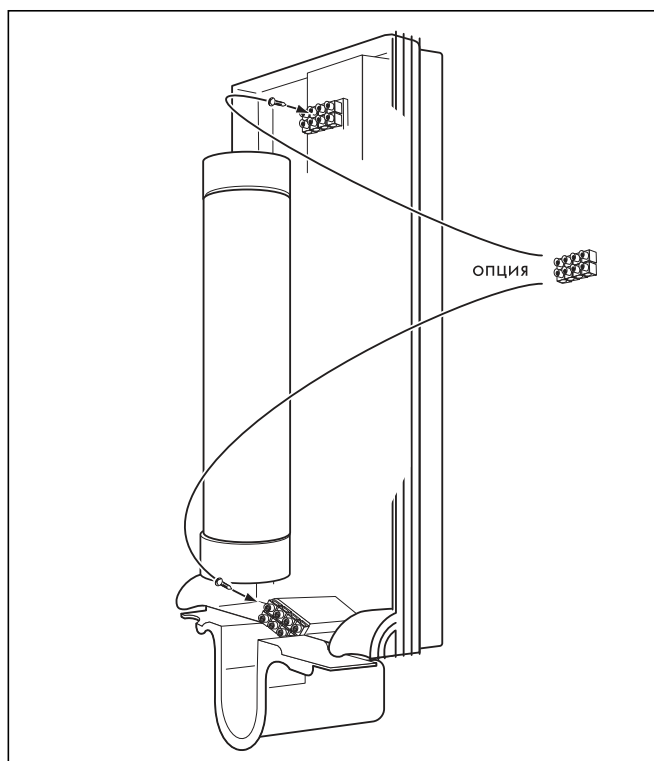

Рис. 5.8 Подключение к электросети снизу
- Отвинтите расположенный сверху в аппарате зажим присоединения к сети, а затем привинтите его в нижней части аппарата, см. рис. 5.8.